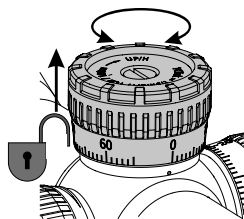

Рис. 2
Снижение пули компенсируется путем перестановки линии прицеливания в соответствии с дистанцией. **Во избежание непреднамеренной перестановки, ASV можно поворачивать только при вытянутой ручке (рис. 2).** Ручка регулировки (1) ASV в состоянии поставки оборудована нейтральным кольцом. Расстояние между рисками составляет 1 щелчок, что соответствует 1 см на 100 м. Каждая десятая риска обозначена числом (ASV+: 0–60, ASV-LR: 0–90, ASV-ALR: 0–130).